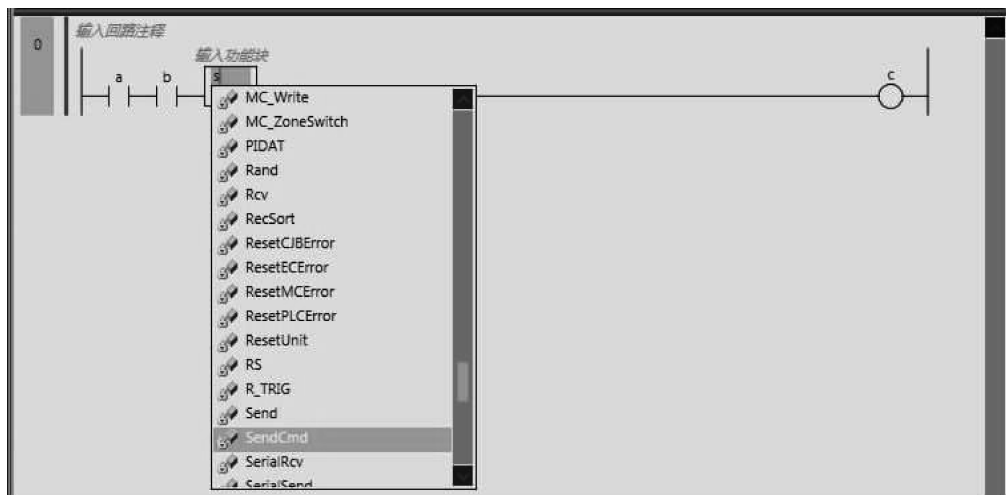

图 5-17 输入功能块的类型名称
②向插入的功能块输入功能块的类型名称 (数据类型), 可以从显示的列表中选择一个功能块或功能块指令, 如图 5-17 所示。